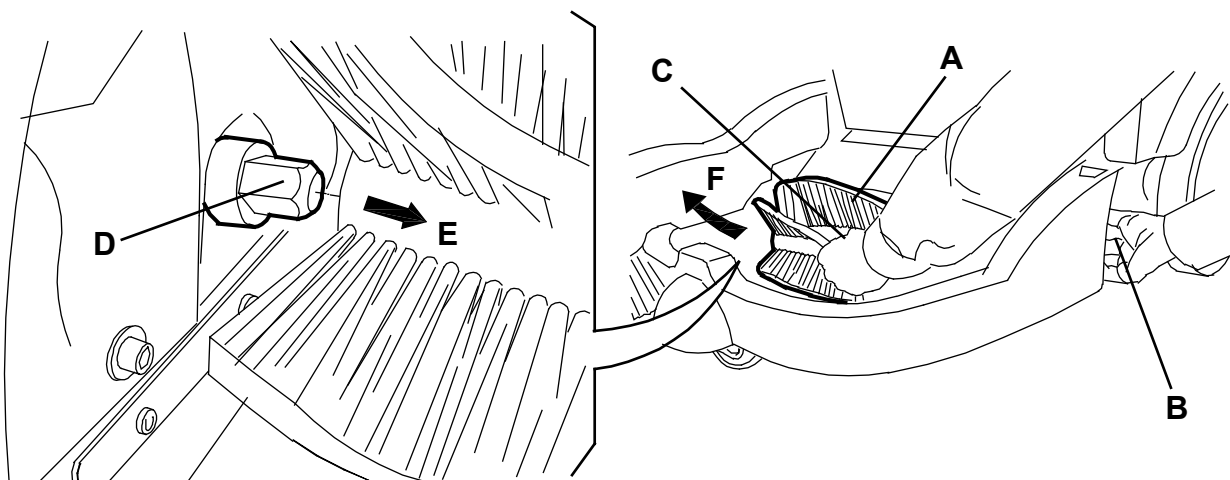

Abbildung 7
6. Hauptkehrwalze (A, Abb. 7) an den Punkte (B) und (C) festhalten, in Pfeilrichtung (E) ziehen und vom Mitnehmerbolzen (D) abnehmen. Hauptkehrwalze in Pfeilrichtung (F) abziehen.